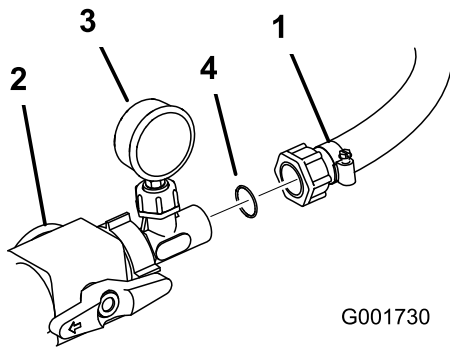

Figure 15
15. Posez un joint torique en plastique entre l'ensemble manomètre et le flexible raccordé au dévidoir. Raccordez le flexible à l'ensemble manomètre (Figure 15). Serrez l'écrou en plastique sur le flexible pour le fixer à l'ensemble manomètre.